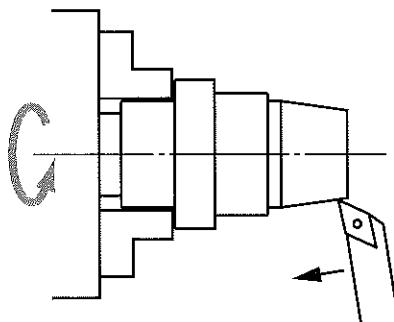

図4
(1) 旋盤による図4のような加工のうち、バイトが触れている面の旋削を(a)削りといいます。